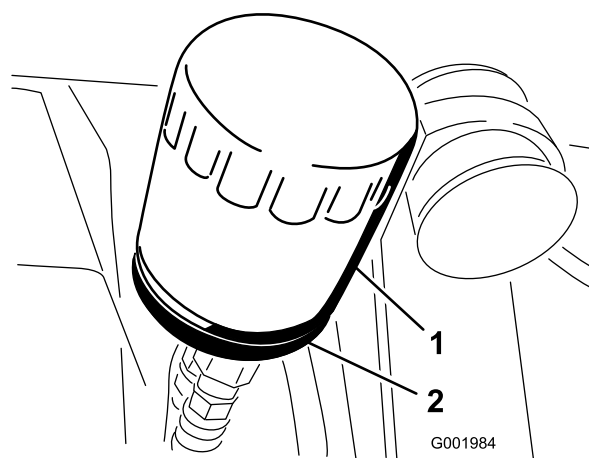

Bild 50
2. Entfernen Sie den Ölfilter (Bild 50).
5. Setzen Sie den Ersatzölfilter auf den Anbaustutzen auf. Drehen Sie den Ölfilter nach rechts, bis die Gummidichtung den Anbaustutzen berührt. Ziehen Sie ihn dann um eine weitere 1/2 Umdrehung fester (Bild 50).